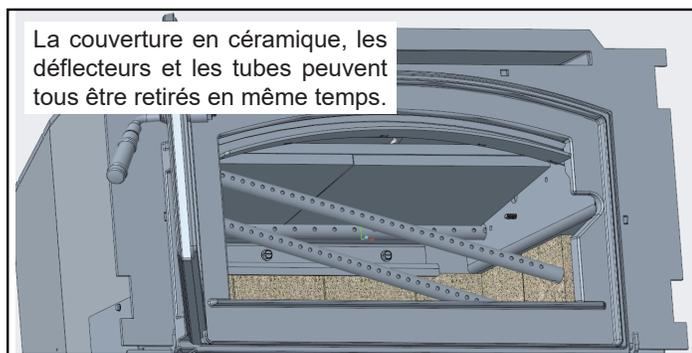

Figure 20.2
4. Faites glisser les tubes vers la gauche jusqu'en butée et abaissez le côté droit. Retirez ensemble les panneaux déflecteurs et la couverture en céramique (Figure 20.2).